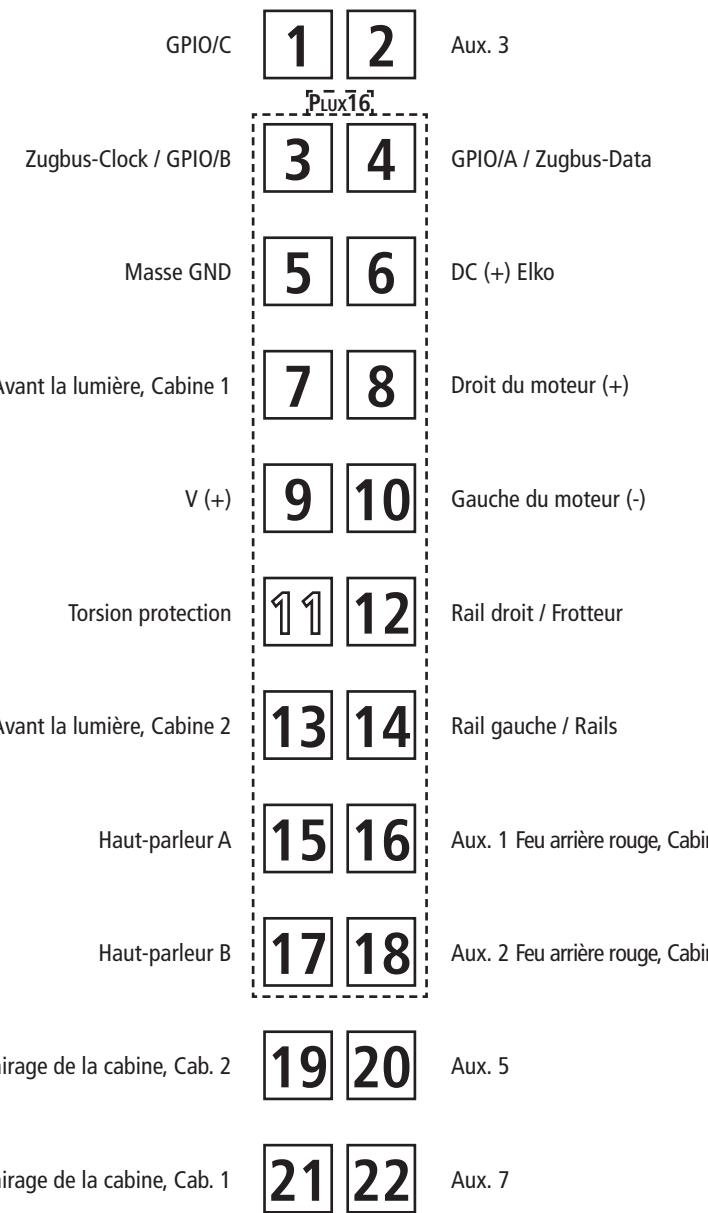

Fig. 6
**1. Reinigung der Radstromkontakte:** Radstromkontakte können auf unsauberen Schienen leicht verschmutzen. Entfernen Sie **vorsichtig** mit einem kleinen Pinsel **den Schmutz** an den in Fig. 6 gekennzeichneten Stellen.
**1. Cleaning of wheel contacts:** Wheel contacts easily get dirty on tracks which are not entirely clean. Use a small brush to **remove dirt** from spots marked in fig. 6.
**1. Nettoyage des lames de courant aux roues:** Les lames de contacts risquent de s'encaisser rapidement sur des voies poussiéreuses. Veuillez **enlever la poussière** aux endroits marqués à la fig. 6 à l'aide d'un petit pinceau souple.